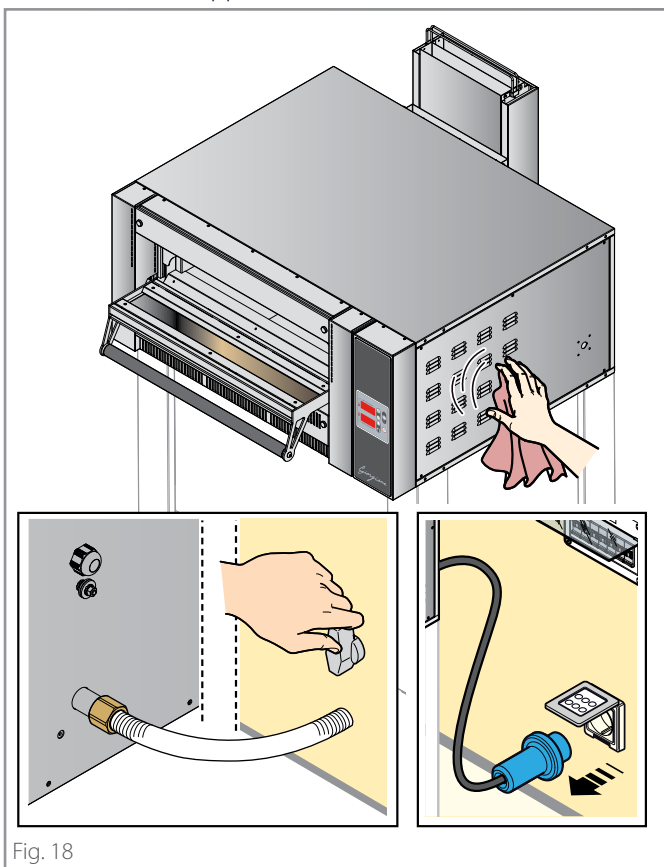

Fig. 18
► **Fig. 18** Pendant les périodes d'inactivité, débranchez l'alimentation électrique et fermez le robinet d'arrêt du gaz. Protégez les parties externes en acier de l'appareil en passant un chiffon doux à peine imbibé d'huile de vaseline.